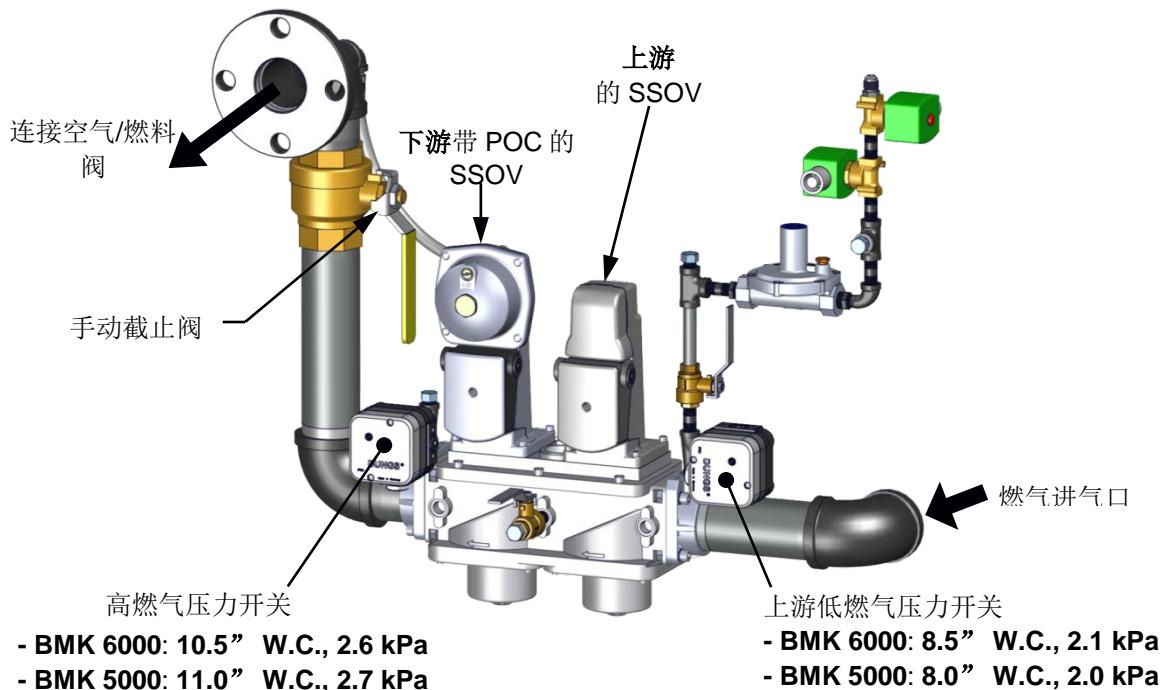

图 3-1: SSOV 位置
2. 设备将进行检查，以确保下游安全截止阀 (SSOV) 中的关闭确认 (POC) 开关处于关闭状态。有关 SSOV 位置，请参阅图 3-1。